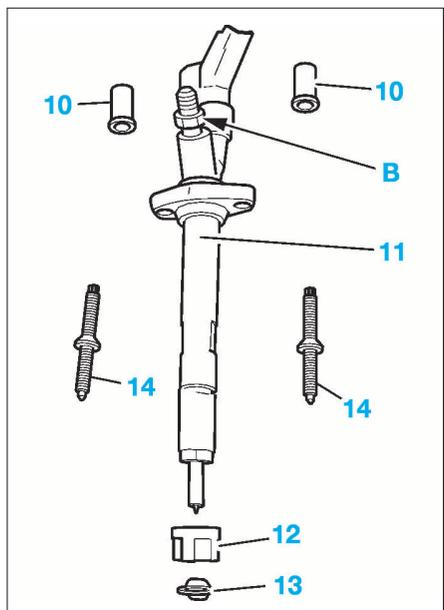

FIG. 60
- les écrous (10) (Fig.60).
- Reposer les vis colonnettes (14) (Fig.60) (si déposées) dans la culasse.
- les joints cuivre neufs (13).